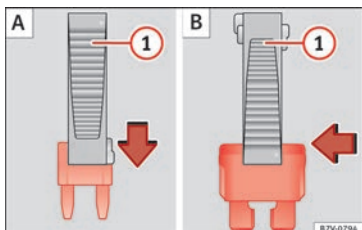

Abb. 61 Sicherung entnehmen oder einsetzen.
- *Kleine Sicherungen:* Klammer von oben aufstecken » Abb. 61 A.
- *Größere Sicherungen:* Klammer seitlich auf die Sicherung schieben » Abb. 61 B.